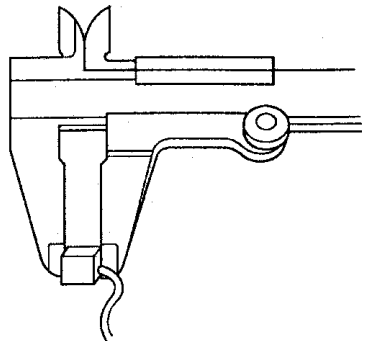

图 9-21 测量电刷长度
1) 如图 9-21 所示, 测量电刷长度。如果其长度不在维修极限之内, 则更换电枢壳体总成。电刷长度, 标准值为: 9.7~10.3mm。维修极限为: 6mm。